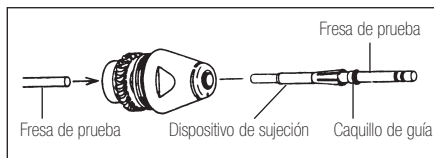

Fig.12
3) Si la tuerca de roto está suelta: presione hacia afuera el dispositivo de fijación con cuidado con una fresa de prueba o el vástago de la fresa de la parte posterior del cartucho, y el casquillo de guía y el dispositivo de fijación saldrán. (Fig. 12)